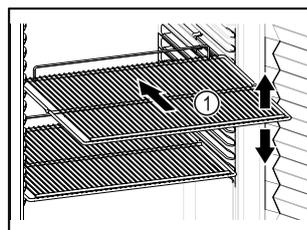

Fig. 82 Representación a modo de ejemplo
- Si los estantes de rejilla Fig. 82 (1) se pueden colocar en distintas posiciones, ajustarlos en altura.